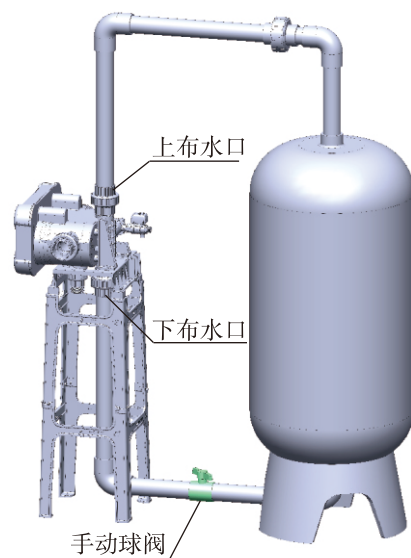

图1-3
②安装树脂罐及连接上下布
- b、上下布管路如图1-3所示连接，在下布水口与罐体连接处装一个手动球阀。
③安装流量计及进水管